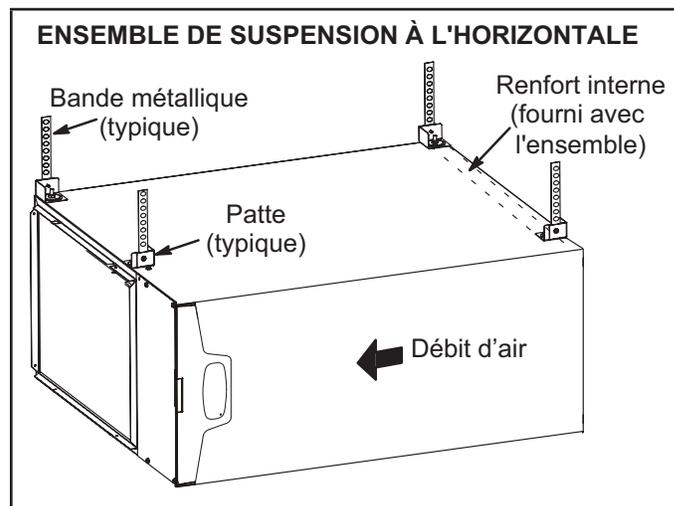

**FIGURE 17**
Reportez-vous à la FIGURE 17 pour les dégagements prescrits pour les configurations horizontales.
- 1 - Sélectionnez l'emplacement de l'unité en tenant compte des dégagements d'entretien et des autres dégagements nécessaires. Reportez-vous à la FIGURE 17.